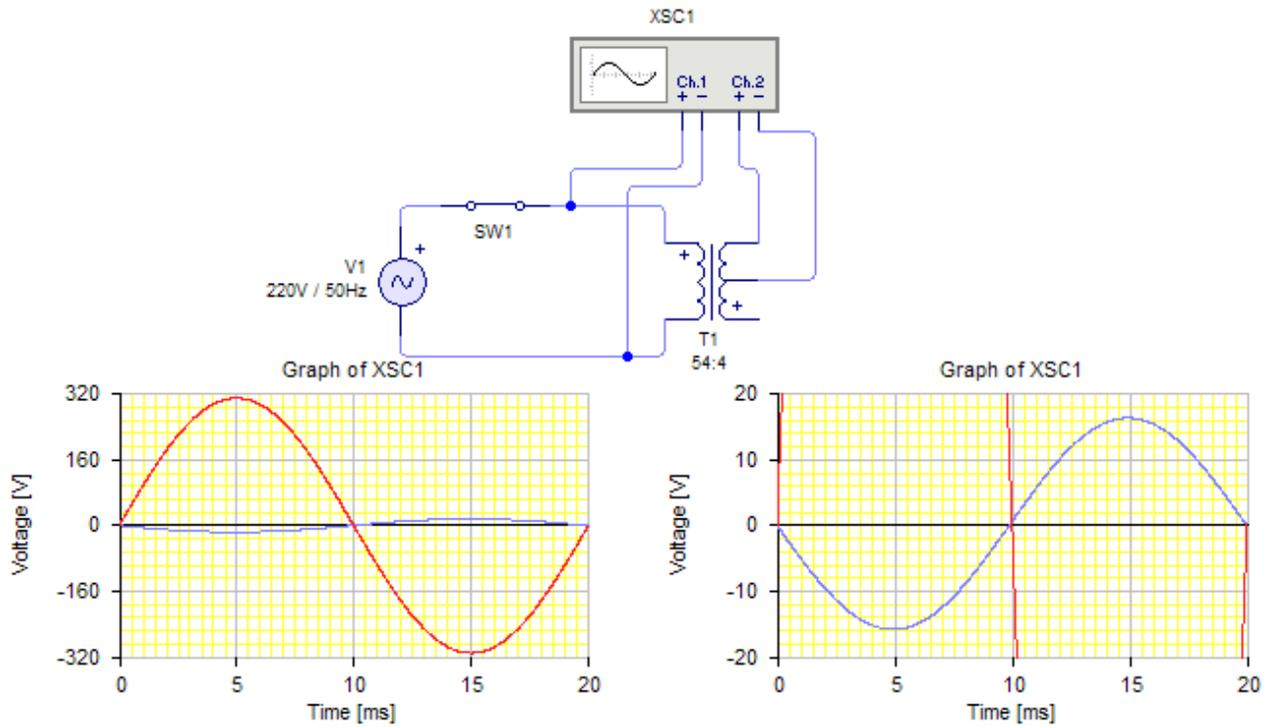

Fig. 4: Relevamiento en vacío del transformador
**1.2.2.-** Determinar la constante de transformación  $KL_w$ , del simulador y verificar la misma con simulación como se indica en la Fig. 4. A partir de las gráficas del osciloscopio. Para esta experiencia configurar el transformador en **54:4**.
**1.3. 1.-** Implementar en el simulador el circuito de ensayo de vacío del transformador que se muestra en la Fig. 4. A partir de las graficas obtenidas por el osciloscopio obtener los valores característicos de la tensión primaria y secundaria: forma de onda,  $V_{máx}$ ,  $V_{ef}$ , periodo y frecuencia.